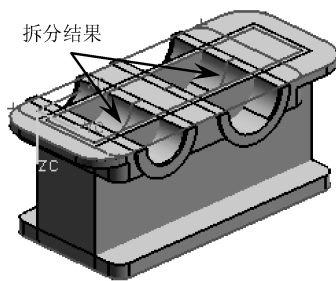

图 4-100 拆分合并的实体
- 08 使用【拆分体】工具，以合并的实体作为目标体、2 个圆环实体面作为刀具面，将合并的实体特征拆分。拆分后，将小的实体特征隐藏，如图 4-100 所示。